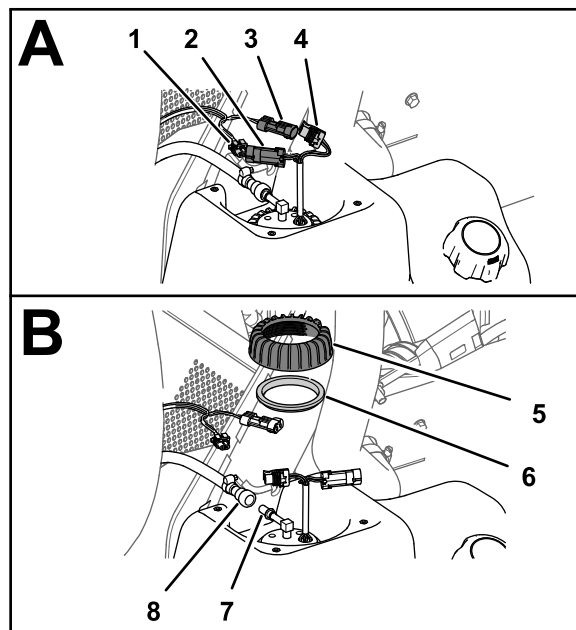

Рисунок 86
1. Отсоедините 2-гнездовой разъем жгута проводов машины от 2-штыревого разъема топливного насоса / устройства передачи сигнала; отсоедините 2-штыревой разъем жгута проводов машины от 2-гнездового разъема топливного насоса / устройства передачи сигнала (Рисунок 86).
2. Сдвиньте стопорную втулку муфты топливного шланга по направлению от штуцера топливного насоса / устройства передачи сигнала и снимите муфту и шланг со штуцера (Рисунок 86).
3. Поверните гайку топливного насоса / устройства передачи сигнала против часовой стрелки и снимите гайку и уплотнение (Рисунок 86).